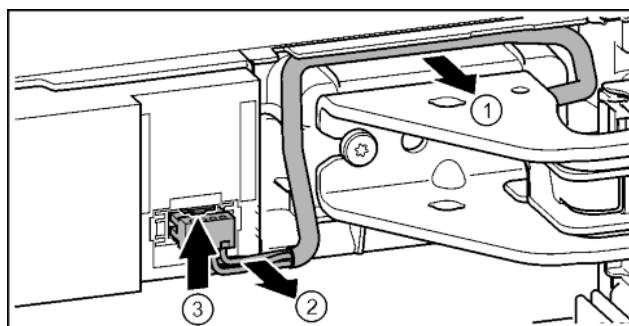

Fig. 21
► Обережно від'єднайте кабель над опорним кронштейном від направляючої. Fig. 21 (1)
► Обережно витягніть жили кабелю із каналу. Fig. 21 (2)
► Притисніть з'єднувальну накладку догори та обережно витягніть штекер. Fig. 21 (3)